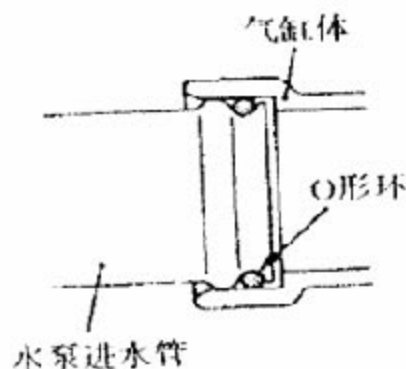

图 8-9
- 1). 把 O 形圈的外周或管内安装面用水濡湿后插入（见图 8-9）。